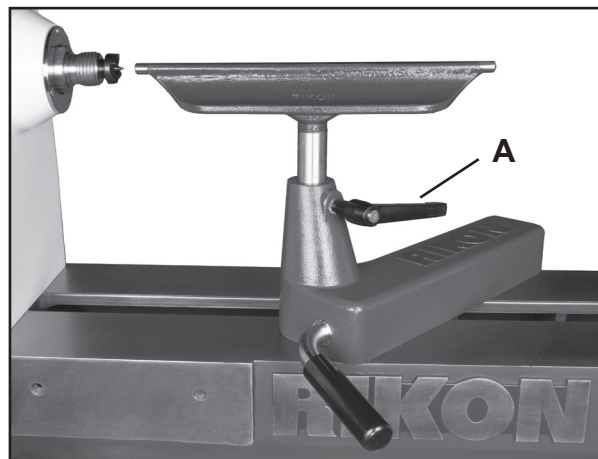

FIG. 8
Installez le porte-outil PRO de 12" dans la base du porte-outil (aussi appelée un banjo) (D). Fixez le poteau de 1" de diamètre du porte-outil dans la base avec la poignée de blocage ajustable (2A). Figure 8, A.